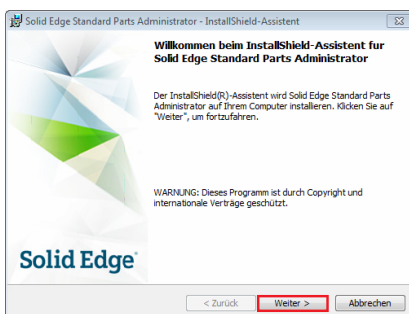
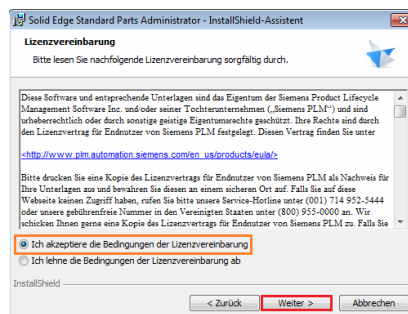
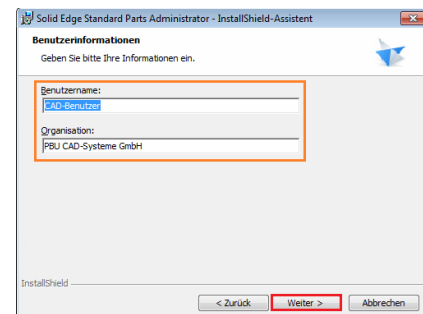

Abbildung 3
Abbildung 4
Abbildung 5
- 3.3. Fahren Sie mit der Installation fort (Abb. 3), akzeptieren Sie die Lizenzbedingungen (Abb. 4) und geben Sie Benutzernamen und Firmennamen ein – optional (Abb. 5).
- 4.2. Bestätigen Sie die nächsten 3 Fenster wie schon unter Punkt 3.3. beschrieben (Abb. 3, 4, 5).